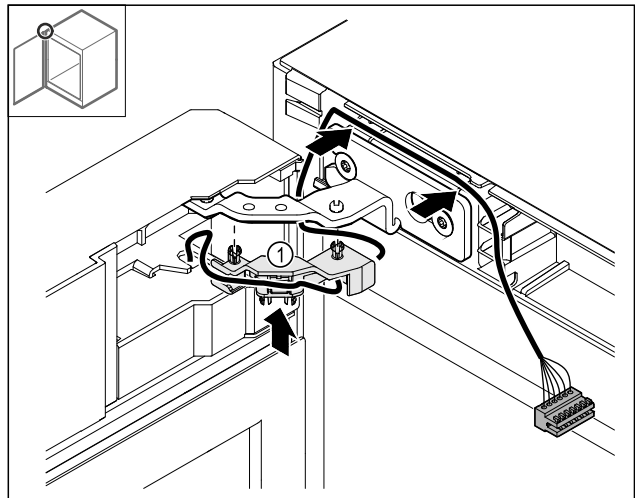

Fig. 42
- Kabelhalterung Fig. 42 (1) ins Scharnier drücken.